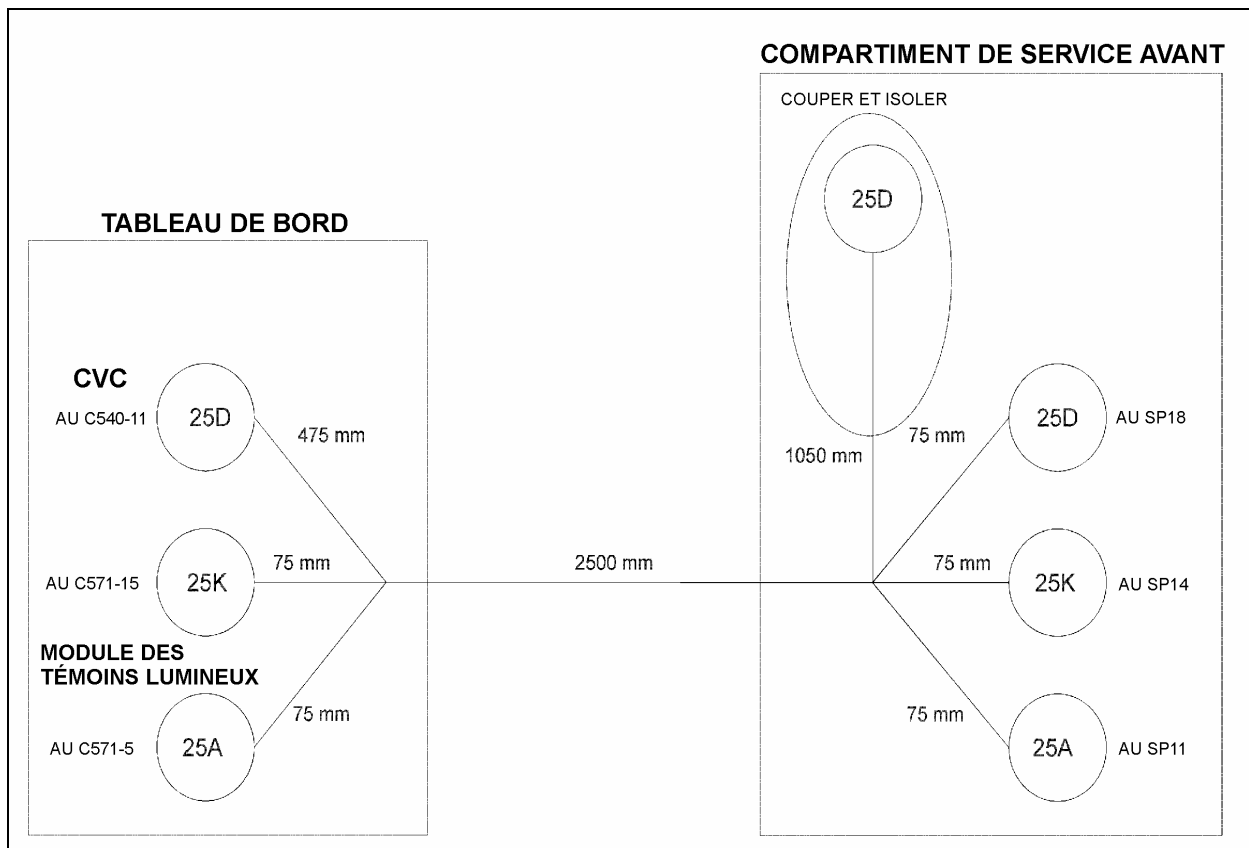

FIGURE 14 : INSTALLATION DU FAISCEAU DE CÂBLES #065150
3. Brancher le fil 25D du faisceau #065150 à la borne 11 du connecteur C540 et isoler le fil remplacé. Brancher le fil 25A à la borne 5 du connecteur C571 et le fil 25K à la borne 15 du même connecteur. Isoler les anciens fils. Voir la figure 14.
- Couper et isoler le côté long du fil 25D tel qu'illustré à la figure 14.
- Brancher le fil 25A au fil de réserve SP11 et brancher le fil 25K au fil de réserve SP14 tel qu'illustré à la figure 14. Les fils de réserve SP11 et SP14 se situent près du connecteur C3.